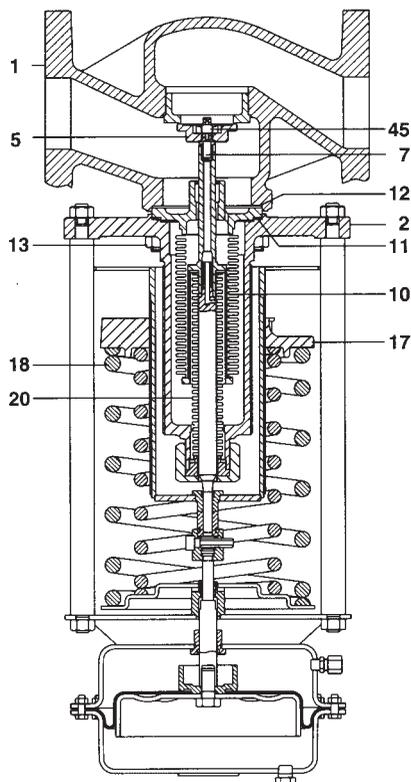

Fig. 11 DN65÷100
4.4.4. Come sostituire il gruppo soffiETTO di bilanciamento (Fig. 11)